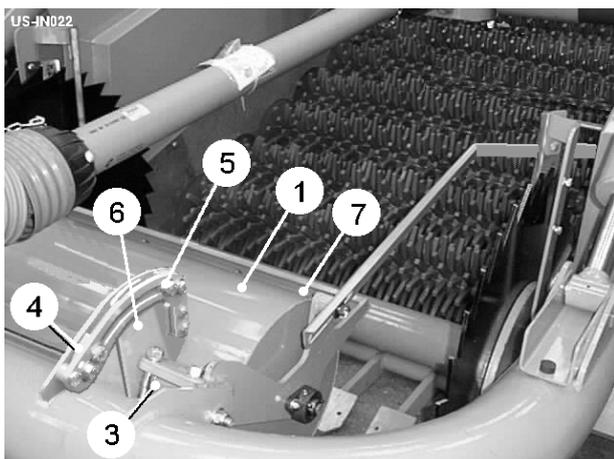
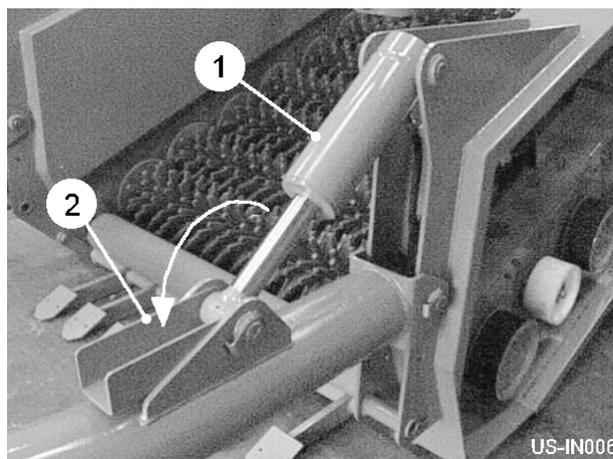

Fig 8
Fig 9
La máquina está equipada con un sistema de control de profundidad automático que asegura una profundidad plana de tierra en la cama pulida. El roller de profundidad (ítem 1, fig 8) corre encima de la cama preformed luego de los contornos. El rulero de profundidad es conectado con un sensor de profundidad (ítem 2, fig 8) y vía la banda de válvula hidráulica activa los arietes de profundidad (ítem 1, fig 9). Un indicador de profundidad es sido conveniente para al carnero de profundidad de RH que da una señal visual de la acción del sistema intuyendo al operador. Los corchetes de alto de carnero (ítem 2, fig 9) deben ser set en el puesto mostrado antes de comenzar el trabajo.
El marco de rodillo de profundidad pivota sobre soportes de torsión de goma (ítem 3, fig 8). Ajustando estos soportes es posible ajustar la cantidad de la presión que el roller ejerce sobre la tierra. El ajuste de presión tiene que ser hecho con la máquina en el trabajo con el propósito de que el respectivo puesto trabajador del rodillo y las acciones es correcto.
3. Slide los registros primeros (ítem 4, fig 8) al lado del primero borde de los brazos de cuadrante (ítem 6, fig 8) y ligeramente seguro.
4. Levante la máquina ligeramente, causando que los brazos de cuadrante (ítem 6, 8 de higo) giren de atrás para adelante fuera de las paradas primeras (ítem 4, fig 8), y luego vuelva a colocar los registros primeros contra los brazos de cuadrante y seguro completamente. El más alto la máquina es levantado antes de volver a colocar los registros primeros, la más grande la presión de primavera será.
5. Baje la máquina de regreso en el trabajo y ponga las paradas traseras (ítem 5, fig 8) approximately 15 mm fuera de la parte trasera de los brazos de cuadrante (ítem 6, fig 8). Esta brecha permite que el rodillo de profundidad caiga ligeramente, manteniendo la profundidad cavando, cuando el tractor monta afuera de la cama en el promontorio.
Los rascadores (item 7, fig 8) deben ser determinado tan cerca del rodillo as possible sin cometer falta contra él(ella/eso).
Antes de que transportar la máquina sobre el camino, volviera a poner el ariete pare corchetes (item 2, fig 9).